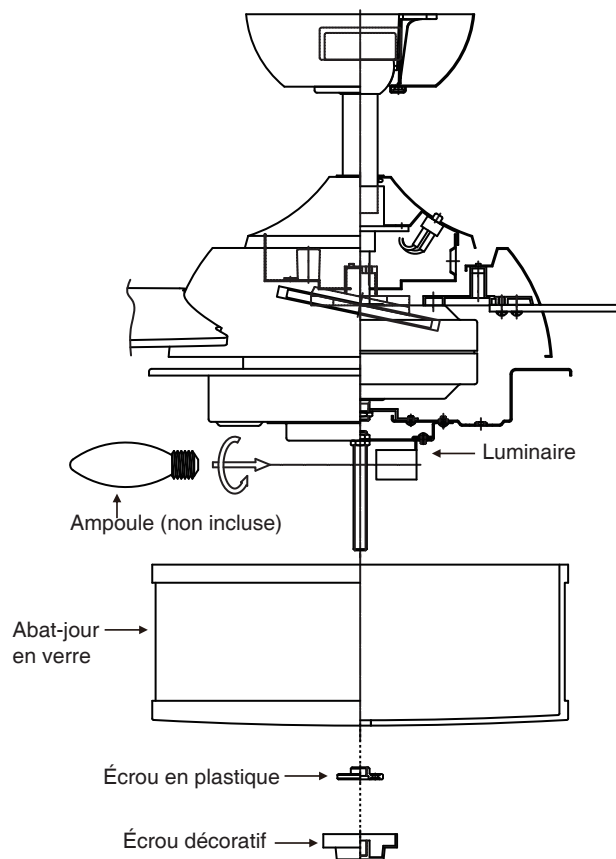

Fig. 14
4. Installez trois ampoules de 40 W E12 (non comprises). (Fig. 14)
6. Soulevez l'abat-jour en verre contre le luminaire, placez l'écrou en plastique sur le luminaire et tournez dans le sens des aiguilles d'une montre jusqu'à ce que le verrouillage s'enclenche contre le luminaire. Ne serrez-pas trop. Fixez l'écrou décoratif fourni. (Fig. 14)